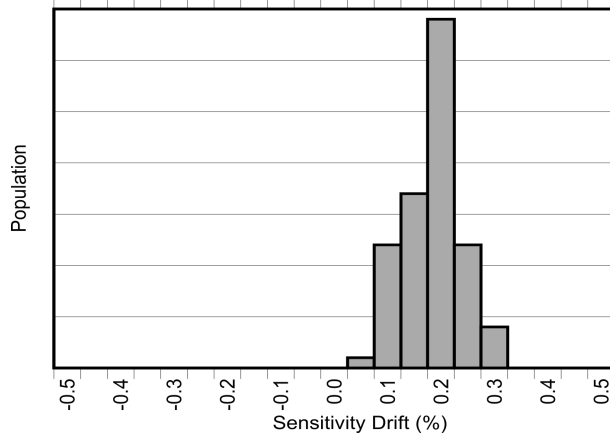
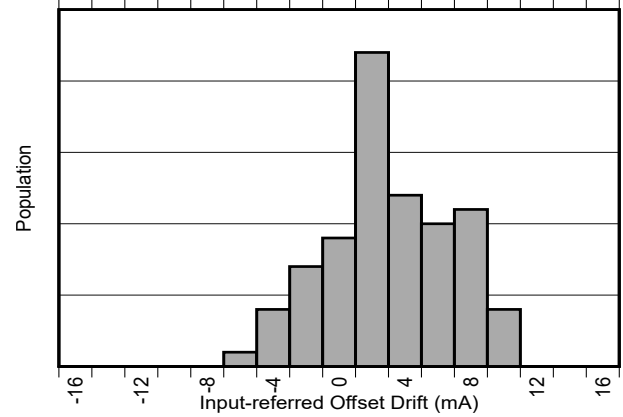

図 8-3. AEC-Q100 高温動作寿命ストレス テスト後の感度誤差ドリフト
図 8-4. AEC-Q100 高温動作寿命ストレス テスト後の入力換算オフセットドリフト
一般的な磁気電流センサでは、温度ドリフトが大きいことに加え、デバイスの寿命全体の経年劣化により、感度に 2%～3%のドリフトもさらに影響されます。TMCS1123-Q1 で温度ドリフトを低減するために使用されているのと同じ独自の補償技法も使用されます。これにより、特に動作温度が高いときに、ストレスや環境条件による経年変化による寿命ドリフトを大幅に低減できます。電気的特性に示すように、TMCS1123-Q1 は標準 3 ロットの AEC-Q100 認定において、130°C、相対湿度 (RH) 85% での高度加速ストレス試験 (HAST) の後、業界をリードする寿命感度ドリフトを実現しています。AEC-Q100 認定の規定に準じた 1000 時間に及ぶ 125°C の高温動作寿命ストレス テストの後、電気的特性 で規定される範囲内の低感度およびオフセットのドリフトも確認されています。これらのテストは、デバイスの寿命全体での標準的な動作を模倣しており、標準的な磁気電流センサに比べて経年劣化によるデバイス性能の変動が大幅に改善されることを示しています。AEC-Q100 に規定されている 1000 時間 125°C 高温動作寿命ストレステスト後の感度およびオフセットドリフトを、図 8-3 および 図 8-4 に示します。デバイスの動作性能は、デバイスの寿命全体にわたって変化します。このテストは、デバイスの寿命全体にわたる標準的な動作を模倣しており、標準的な磁気センサに比べてデバイスが性能を大幅に向上する可能性があることを示しています。